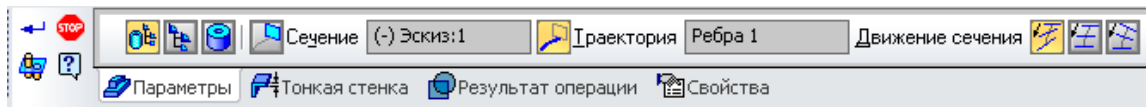

Рис. 14. Панель свойств
4. На панели свойств (рис. 14) переключить на закладку "Тонкая стенка" и задать тип построения тонкой стенки.